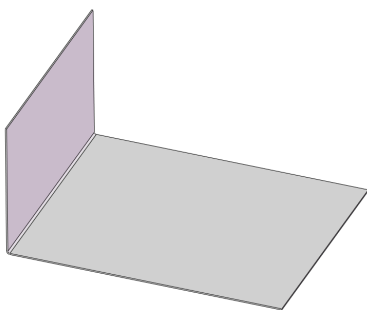

图 13-25 创建边线法兰特征
(5) 在【边线法兰】属性管理器中的【长度】右侧数值框中输入 51，单击【确定】按钮，创建边线法兰特征，如图 13-25 所示。